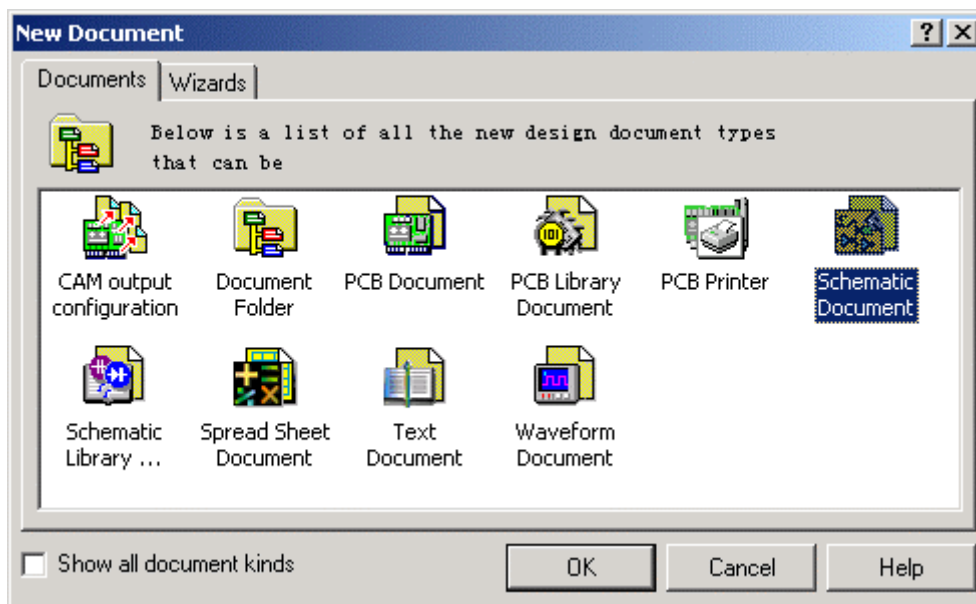

图 1-6 新建文档对话框
(3) 选取 File/New... 打开 New Document 对话框，如图 1-6，选取 Schematic Document 建立一个新的原理图文档。